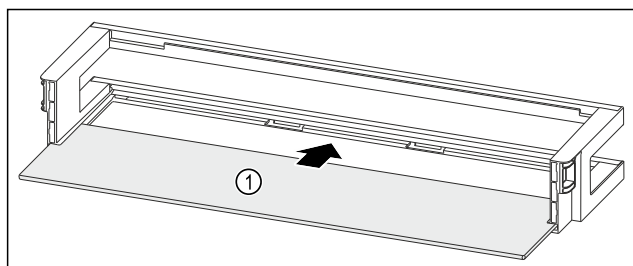

Fig. 92 Balconcino controporta con ripiano
- Inserire il ripiano Fig. 92 (1) negli incavi laterali.